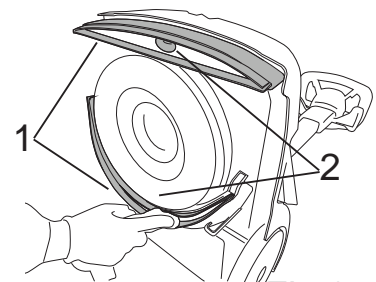

Fig.37
- Reinig de strippen van beide zuigrubbers met een vochtige doek (Fig.37-Ref.1).
- Reinig de zuigopening van beide zuigrubbers (Fig.37-Ref.2).